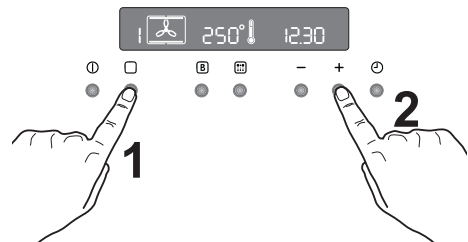

Abb. 2
2. Drücken Sie die Taste  zweimal und wählen Sie die Funktion "Heißluft"  (Abb. 2).